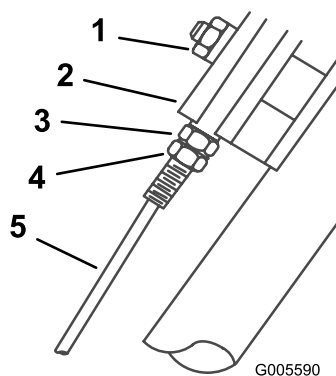

Figura 22
3. Afloje la tuerca del bloque de soporte (Figura 22).